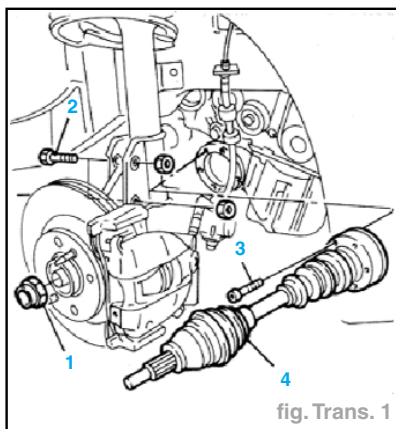

fig. Trans. 1
- Desserrer l'écrou de fixation du demi-arbre au moyeu de roue, puis le dévisser (1) (fig. Trans. 1).
- Dévisser les boulons de fixation du montant aux suspensions (2).
- Dévisser les vis qui fixent le demi-arbre à l'arbre intermédiaire (3).
- Enlever le demi-arbre du véhicule (4).